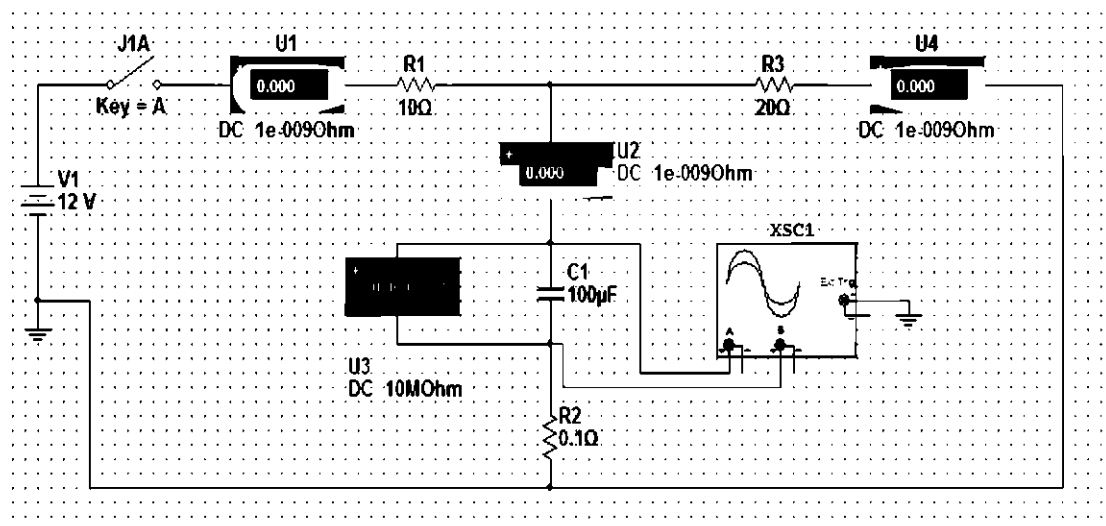

Рис. 7.1.
1. На рабочем поле экрана собрать электрическую схему (рис. 7.1).